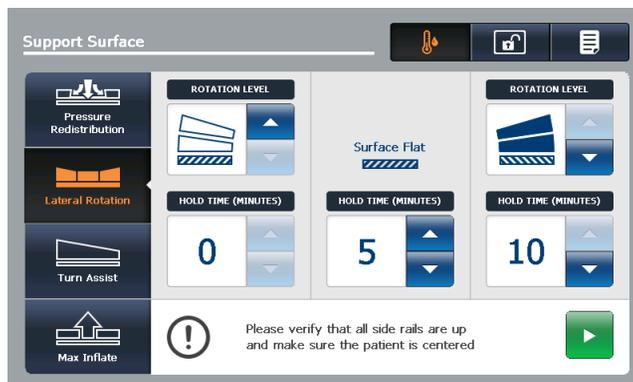

Figure 55 : Mise en marche d'une rotation latérale unilatérale
2. Toucher la flèche **vers le haut** du côté opposé, jusqu'à l'angle voulu (Figure 55 à la page 71).
3. Régler le temps de maintien voulu (Figure 55 à la page 71).